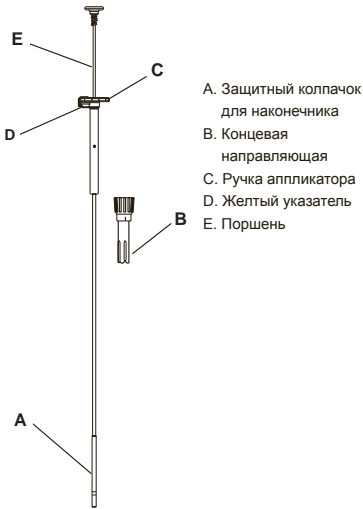

Рис. 1. Аппликатор
- При введении капсул убедитесь в правильном совмещении желтой стрелки-указателя с красной стрелкой на биопсийном зонде (рис. 1).
Изображение аппликатора см. на рис. 1.